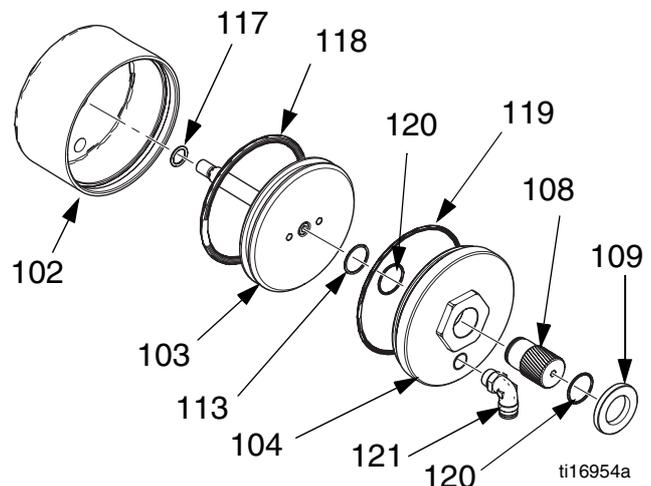

FIG. 10
1. Installez de nouveaux joints toriques (118,117) sur le piston (103) et dans le boîtier pneumatique (102). Voir FIG. 10.
2. Appliquez une fine couche de graisse sur le joint torique du piston (118) et sur les parois internes du boîtier pneumatique (102).
3. Placez la partie supérieure de l'ensemble piston (103) sur une surface plus petite que le diamètre du piston. Appuyez le boîtier pneumatique (102) sur l'ensemble piston.
4. Installez un nouveau joint torique (120) dans le capuchon d'extrémité (104). Utilisez de la graisse. Voir FIG. 10.
5. Filetez le régulateur de course (108) dans le capuchon d'extrémité (104). Placez le second joint torique (120) sur le filetage du régulateur de course et serrez avec le contre-écrou (109), le circlip (113) et le joint torique (120). Voir FIG. 10.